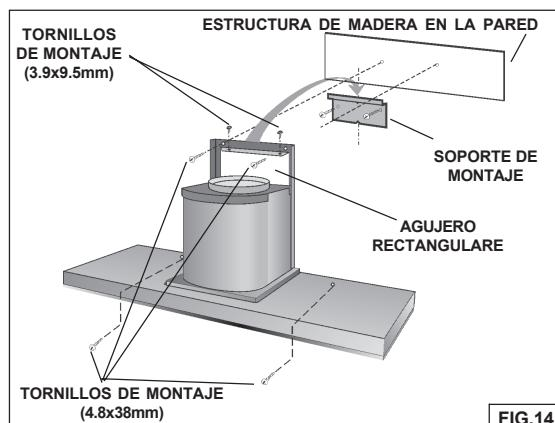

FIG.14
2. Alinee la abertura rectangular de la parte posterior de la campana con el soporte de montaje de la pared. Baje suavemente la campana hasta que encaje correctamente en el soporte. Fig. 14.
3. Nivele la campana con dos tornillos de montaje de 3.9 x 9.5 mm y fíjela con cuatro tornillos de montaje de 4.8 x 38 mm. Si no dispone de tachones de pared ni de marcos, utilice los soportes de muro de mampostería sin mortero suministrados. Fig. 14.